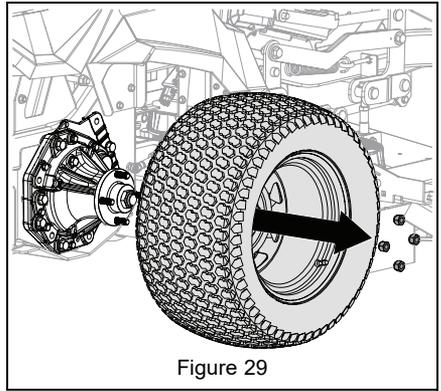

Figure 29
5. Retirer les roues motrices. Voir Figure 29.